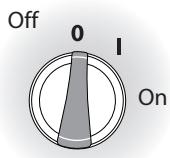

Fig. 21
- Quand votre séance de lavage de pression a été complétée, le virage de l'interrupteur général a localisé sur le devant de la rondelle de pouvoir (la fig. 21). Débrancher le cordon d'alimentation de la sortie. Eteindre la provision d'eau. Tirer la détente sur le pistolet à peinture 2-3 fois pour drainer hors l'eau supplémentaire et relâcher de la pression d'eau restante. Débrancher l'adaptateur de tuyau de jardin de l'arrivée d'eau. Ne pas permettre à la rondelle de pouvoir pour courir avec aucune eau qui coule par lui.